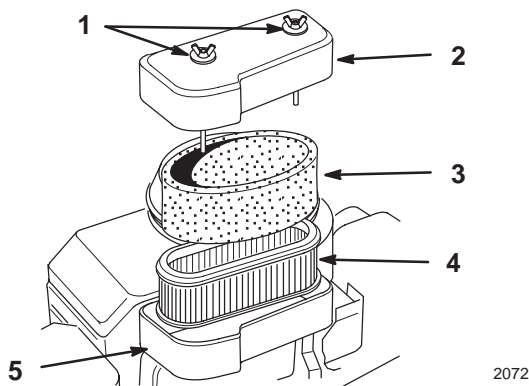

Figure 21
2. Nettoyez la surface autour du filtre à air pour éviter que des impuretés s'introduisent dans le moteur et l'endommagent. Dévissez les écrous du couvercle et déposez le couvercle du filtre à air (Fig. 21).
3. Déposez l'ensemble filtre à air (Fig. 21).
4. Glissez délicatement l'élément en mousse hors de l'élément en papier (Fig. 21).
1. Glissez délicatement l'élément en mousse sur l'élément en papier (Fig. 21).
2. Installez l'ensemble filtre à air sur la base (Fig. 21).
3. Reposez le couvercle du filtre à air et fixez-le en place avec les écrous (Fig. 21).